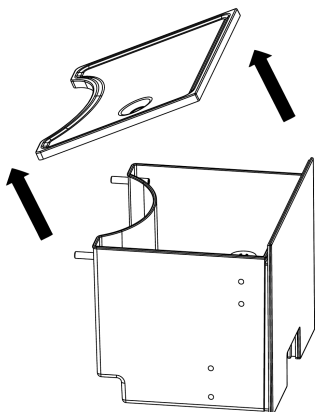

Figure 9 · Soulevez le couvercle
3. Soulevez le couvercle du réservoir (figure 9).